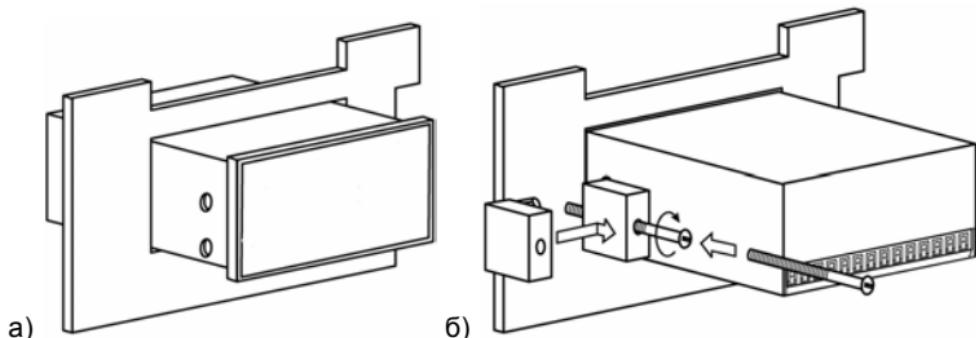

Рисунок 5.2 Монтаж прибора щитового исполнения
- 3) Вставить прибор в специально подготовленное отверстие на лицевой панели щита (см. Приложение А и рисунок 5.2, а).
- 4) Вставить фиксаторы из комплекта поставки в отверстия на боковых стенках прибора (рисунок 5.2, б).